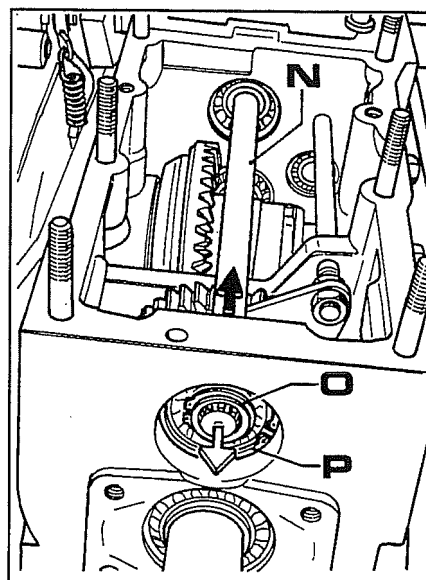
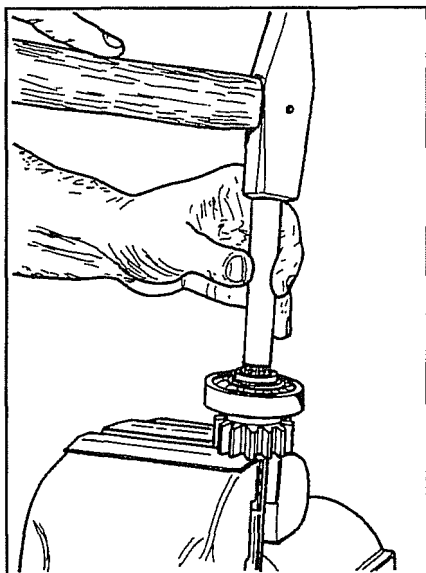
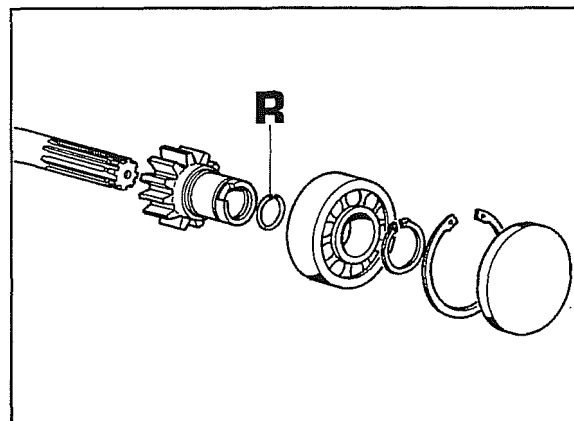

Fig. 12
Fig. 13
Fig. 14
2. Con presa di forza a 2000 giri, sfilare l'albero **N** fig. 12 in avanti secondo il senso indicato dalla freccia nera, quindi togliere il seeger **O** per sfilare l'ingranaggio dal cuscinetto.
Con presa di forza a 1000 giri invece, togliere il seeger **P** fig. 12.
Estrarre all'indietro, secondo il senso della freccia bianca di fig. 12, l'albero **N** completo di cuscinetto e ingranaggio, quindi sfilare l'albero dall'ingranaggio come illustrato in fig. 13.
Nota - Nell'operazione di fig. 13 si noterà la presenza di un anello elastico (**R** fig. 14) tra albero e ingranaggio. Nel momento dell'estrazione, questo anello si allargherà sulla sede dell'ingranaggio permettendo la fuoriuscita dell'albero.